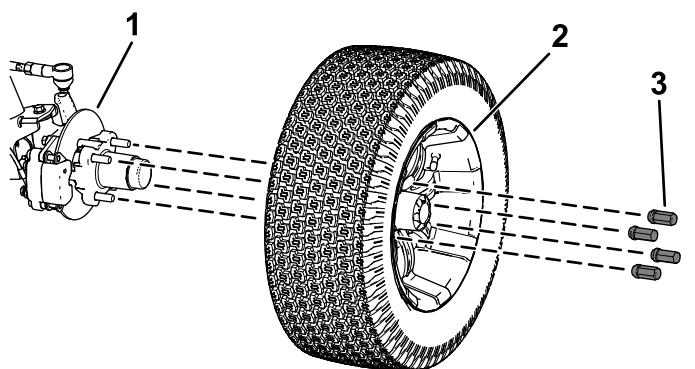

Bild 37
2. Nehmen Sie die vier Radmuttern ab, mit denen das Rad an der Radnabe befestigt ist (Bild 37).
- Fluchten Sie die Löcher im Rad mit den Bolzen der Nabe aus und montieren das Rad so an der Nabe, dass das Reifenventil außen ist (Bild 37).
- Befestigen Sie das Rad mit den Radmuttern an der Nabe (Bild 37).